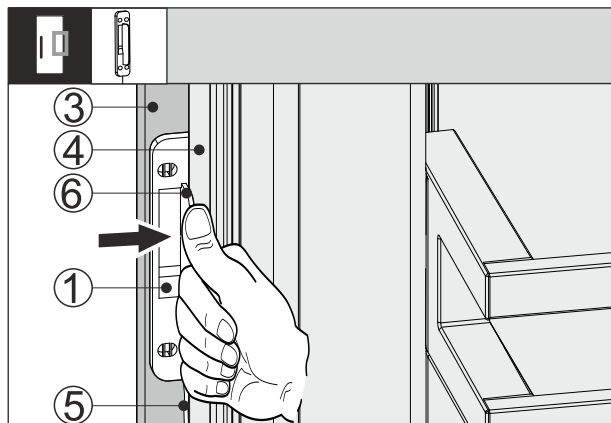

Fig. 66
- ▶ Tolja be a koppintásérzékelőt Fig. 66 (1) a bútor előlapja Fig. 66 (3) és a készülék ajtaja Fig. 66 (4) közé úgy, hogy a kábel Fig. 66 (5) kissé megfeszüljön. A koppintásérzékelő ütközője Fig. 66 (6) felfekszik a készülék ajtajára Fig. 66 (4).
- ▶ Nyomja rá a koppintásérzékelőt Fig. 66 (1) a szekrény előlapjára Fig. 66 (3).
- ▶ Felragasztotta a koppintásérzékelőt Fig. 66 (1). A koppintásérzékelő felragasztásával optimalizálható a koppintási jel átvitele.
Ha tartósan rögzítik a koptintásérzékelőt Fig. 66 (1), az növeli az élettartamát.
- ▶ Csavarozza fel a koptintásérzékelőt Fig. 66 (1) a mellékelt csavarokkal a bútor előlapjára Fig. 66 (3).